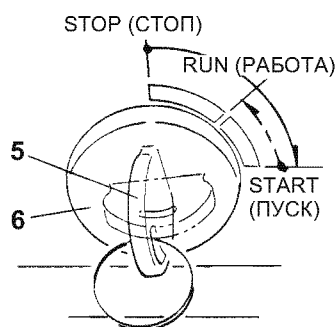

Рис. 68
3. Вставьте ключ (**Рис. 68, (5)**) в замок зажигания (**Рис. 68, (6)**) и поверните его в положение START (ПУСК).
2. Поверните ключ в положение STOP (СТОП) и выньте ключ зажигания (**Рис. 68, (5)**).